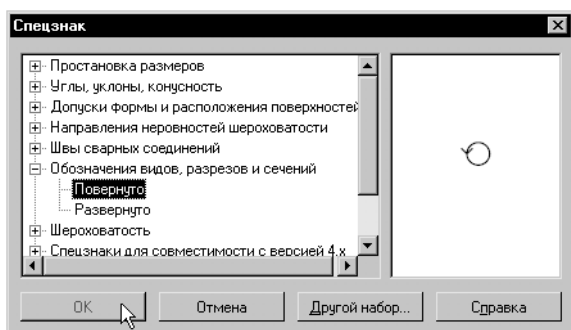

Рис. 23.4. Вставка спецзнака **Повернуто**
4. В появившемся на экране диалоге **Спецзнак** (рис. 23.4) раскройте раздел **Обозначение видов, разрезов и сечений** и выберите вариант *Повернуто*.